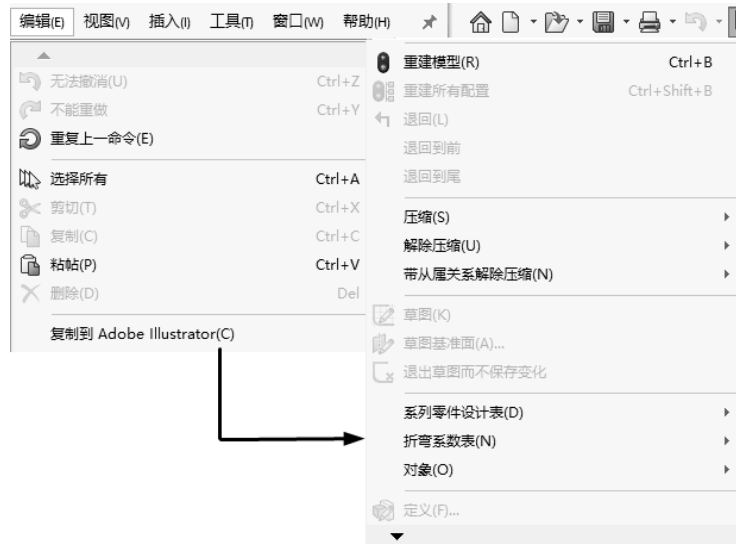

图 1-8 【编辑】菜单
(2) 【编辑】菜单提供 SOLIDWORKS 【重复上一命令】和【选择所有】等一系列功能，单击【编辑】菜单，显示如图 1-8 所示。